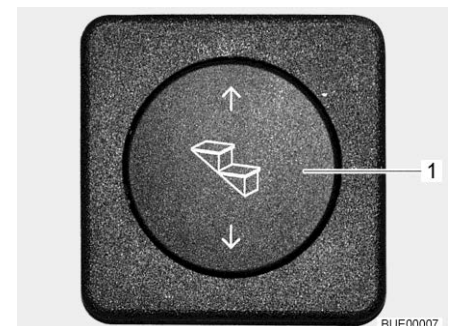

Bild 9 Bedientaster Eintrittsstufe
- Ausfahren:** ■ Bedientaster (Bild 9,1) unten drücken und gedrückt halten (mindestens 3 Sekunden), bis die Eintrittsstufe vollständig ausgefahren ist.
- Einfahren:** ■ Bedientaster (Bild 9,1) oben drücken, bis die Eintrittsstufe vollständig eingefahren ist.